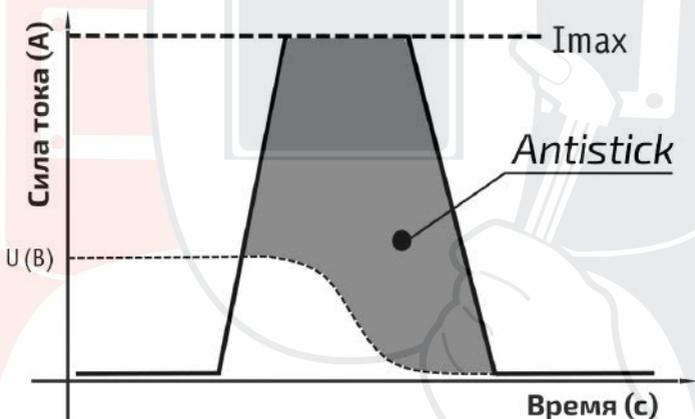

Рис. 10.2.1. Antistick.
**Antistick** – данная функция устраняет прилипание электрода к изделию. Аппарат автоматически снижает ток до минимального, чтобы не допустить перегрев электрода (см. рис. 10.2.1).